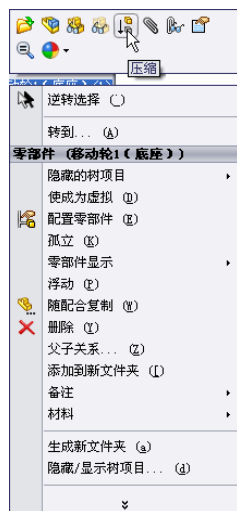

图 11-113 系统快捷菜单
① 选择需要压缩的零件。在“FeatureManager 设计树”中或者图形区域中，右键单击需要压缩的零件，此时系统弹出如图 11-113 所示的系统快捷菜单。
② 设置为压缩状态。在其中单击“压缩”选项，则所选的零部件将处于压缩状态。